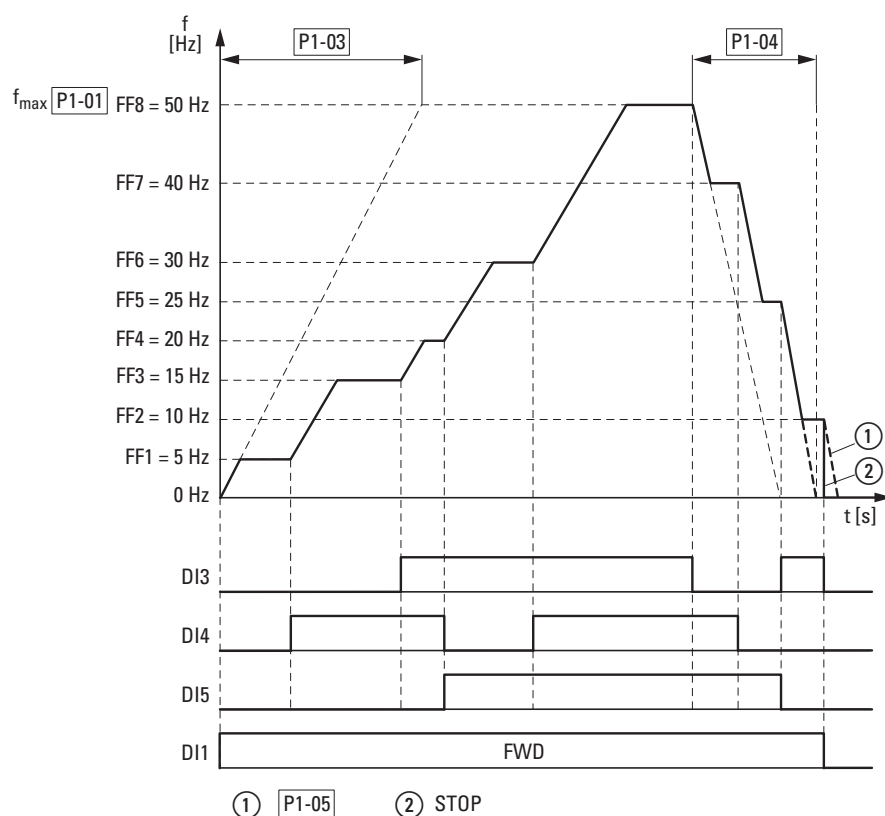

Abbildung 67: Beispiel: Aktivierung der Festfrequenzen mit Beschleunigungs- und Verzögerungsrampen
Ein Wechsel zwischen den einzelnen Festfrequenzwerten erfolgt mit den unter P1-03 und P1-04 eingestellten Beschleunigungs- und Verzögerungszeiten (→ Abbildung 67). Bei Abschaltung der Freigaben FWD bzw. REV wird die Ausgangsfrequenz direkt gesperrt ② (ungeführter Auslauf). Mit P1-05 = 0 wird der Antrieb geführt verzögert ①.